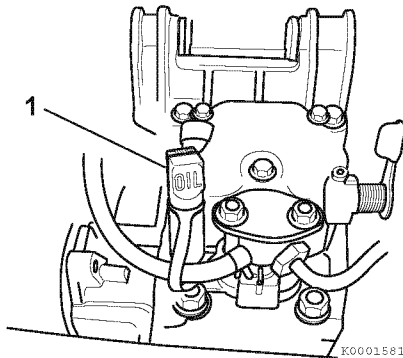

Abbildung 1
- 1- Ölablassschraube (1, **Abbildung 1**) abnehmen.
- 3- Ölablassschraube (1, **Abbildung 1**) wieder einsetzen.